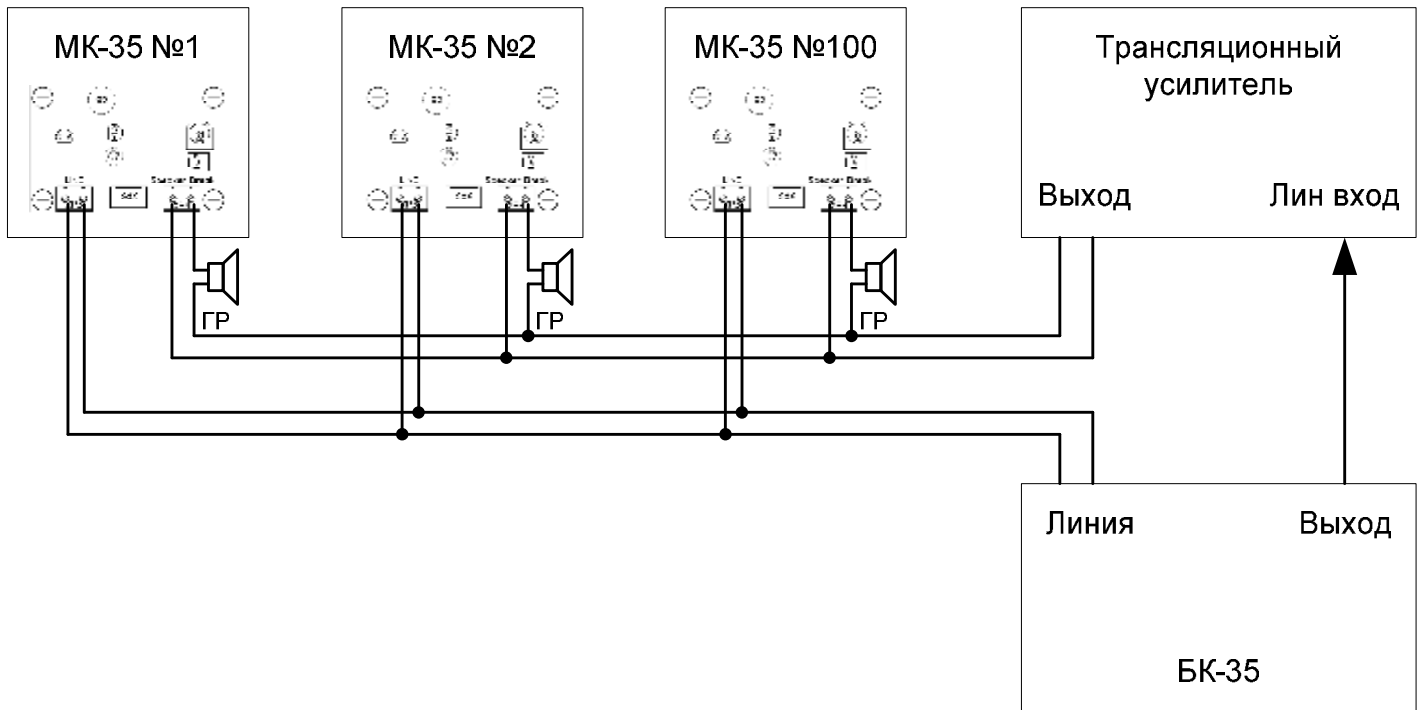

Рисунок 3 – Схема соединений между компонентами системы СГС-100
2.2.7. Подключить абонентские пульты МК-35 параллельно слаботочной линии связи, а также подключить трансляционные громкоговорители через разрывающую группу кнопки МК-35 к силовому фидеру трансляционного усилителя (см. Рис. 3).